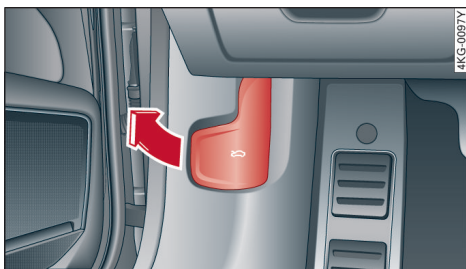

图 162 放脚空间：开锁杆
- ▶ 打开车门，按箭头方向拉仪表板下面的手把 1) ⇒ 图 162。